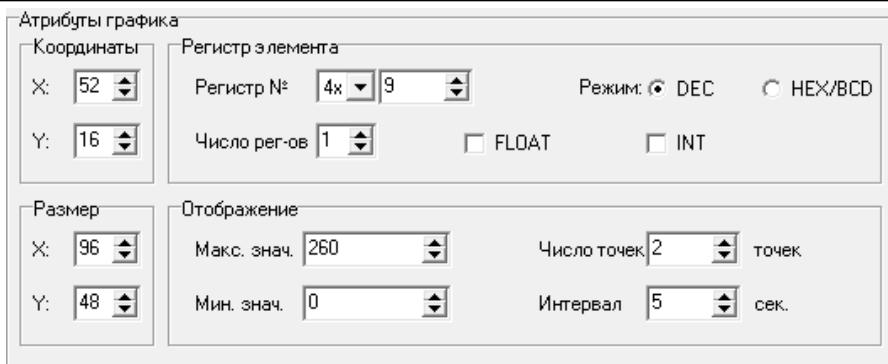

Рисунок 7.13 – Атрибуты графика
25. Используя элемент «График», создать поле отображения графика изменения температуры. Приемы работы с элементом описаны в п. 4.9. Значения атрибутов графика (см. рисунок 7.13).